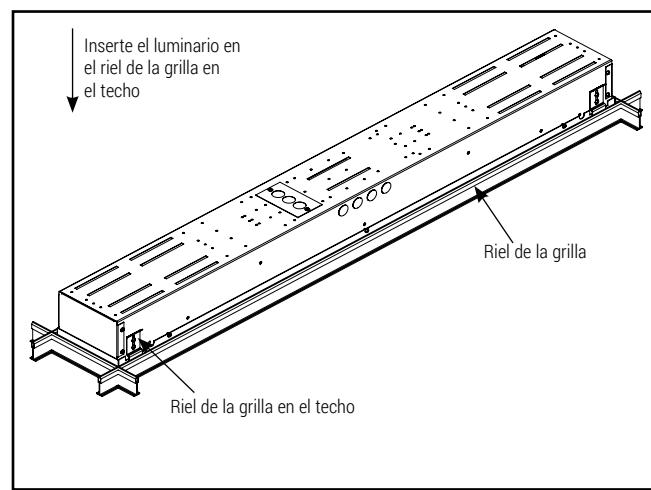

Figura 4.
5. Pase el luminario a través de la grilla del techo en un ángulo de 45 grados y luego colóquelo en el interior de dicho sistema. Use clips de rejilla para fijar el luminario a la rejilla en T. (Figura 4)